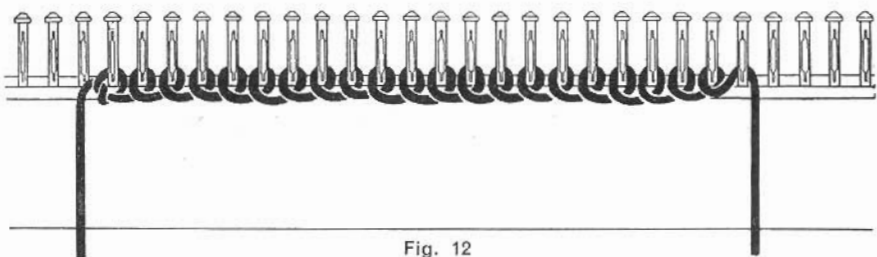

Fig. 12
**Montage des mailles:** A la partie gauche du peigne, fixer la laine par une simple boucle à une dent du peigne. Ensuite, de gauche à droite, enrouler le fil une fois autour de chaque dent, dans le sens **inverse** de la marche des aiguilles d'une montre. Pour la dernière maille, placer le fil en sens opposé, c'est-à-dire dans le sens de la marche des aiguilles d'une montre (fig. 12).